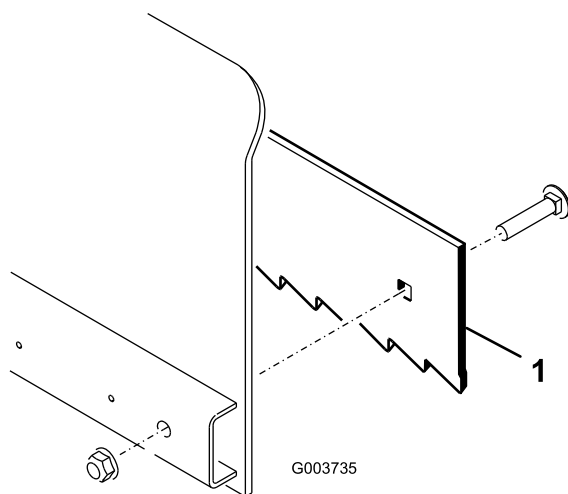

Figure 3
- **Pour un traitement plus agressif :** montez la plaque d'usure (Figure 3) en orientant les dents vers l'avant.